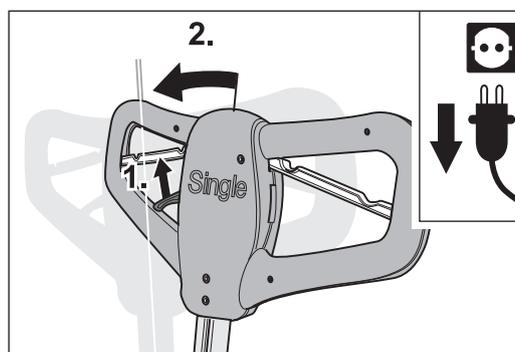

Abb. 3 Ziehen des Verstellhebels um die Verriegelung zu lösen (1.) und hochstellen des Stieles bis zum Anschlag (2.).
- 4 Ziehen Sie den Verstellhebel am Griff zu sich, um die Verriegelung des Stieles zu lösen und stellen Sie den Stiel über die senkrechte Position hinaus bis auf Anschlag (Abb. 3).